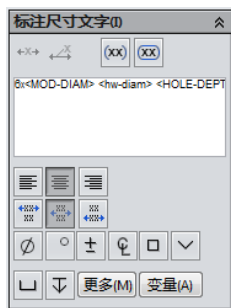
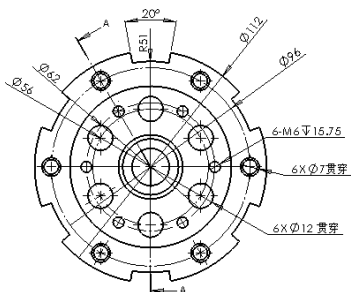

图 9-168 修改标注文字
图 9-169 添加孔标注
- 02 单击孔的边线，再在合适的位置单击以放置孔标注，系统弹出【尺寸】对话框，在【标注尺寸文字】选项组中修改文字，在孔径文字前添加数量说明“6x”，如图 9-168 所示，单击  【确定】按钮，完成添加孔标注，如图 9-169 所示。